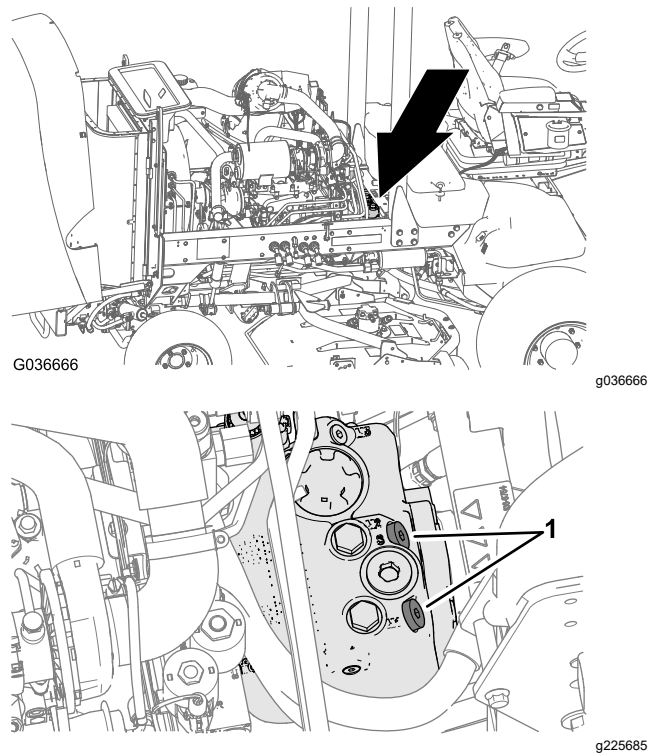

图 34
1. 打开机罩并找到位于电池/储物盒后面泵顶部的泄压阀图 34。